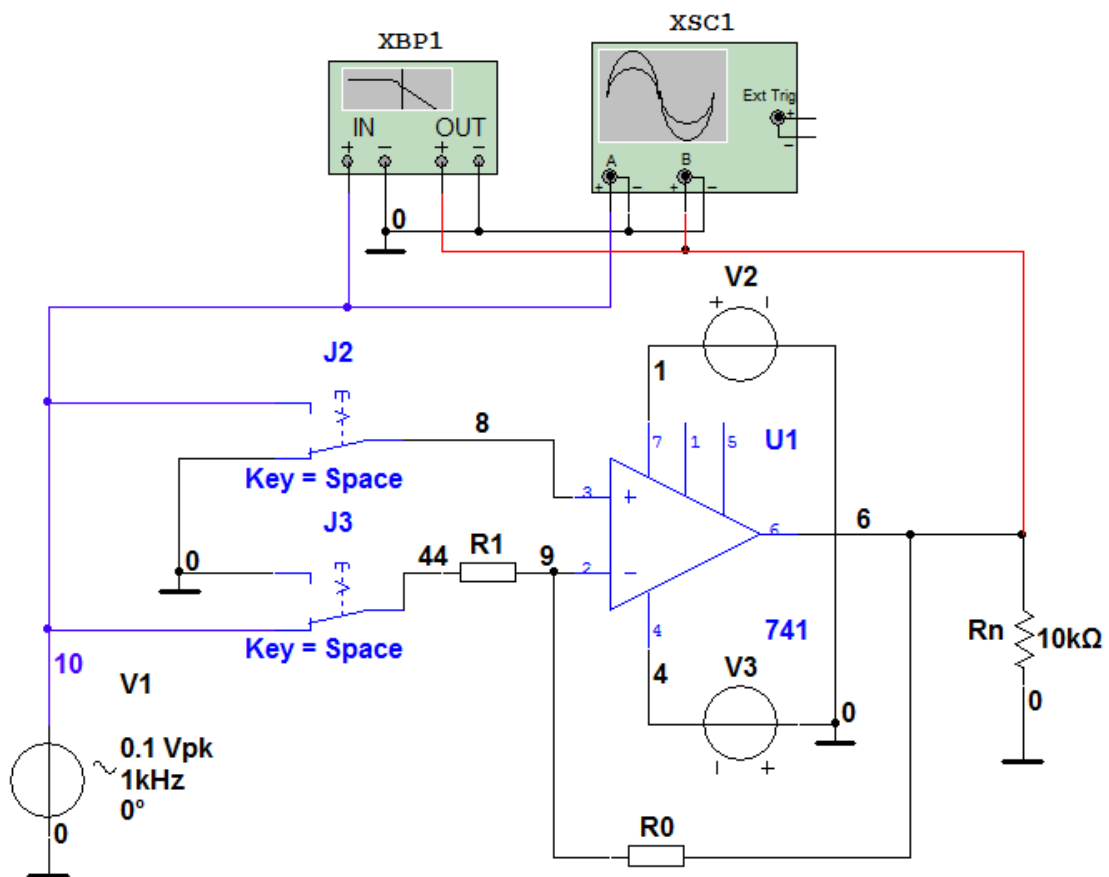

Рисунок 10 Схема для исследования инвертирующего и неинвертирующего усилителей
2.1 Собрать схему (рис. 10) или использовать готовую модель (OU-2.ms10).
3.1 В схеме, представленной на рис. 10, переключатели J2 и J3 установить в верхнее положение, что соответствует неинвертирующему режиму работы ОУ. Напряжения источников питания (V2, V3) и номиналы резисторов (R0, R1) оставить без изменения (см. пункт 2.1).